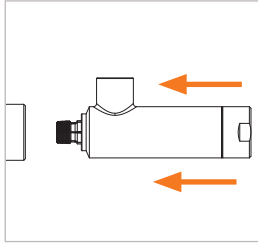

Abbildung 10
- ▶ Stecken Sie den Adapter mit angelegtem Steuerdruck gerade und soweit in den Prüfling ein, bis die Frontdichtung (Pos. 7) den Prüfling berührt (*Abbildung 10*). Dadurch wird eine Beschädigung der Frontdichtung durch eventuell scharfe Kanten am Prüfling vorgebeugt und das richtige Anschließen gewährleistet.